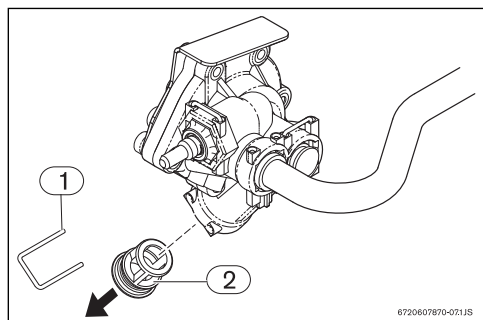

Fig. 10 Purga
- ▶ Retirar o freio de fixação do casquilho do filtro (Fig. 10, [1]) situado no automático de água.
- ▶ Retirar o casquilho do filtro (Fig. 10, [2]) do automático de água.